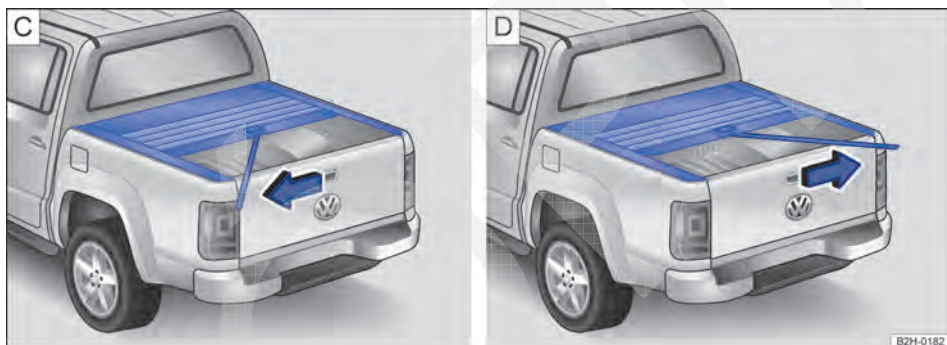

Fig. 31 Capota marítima do compartimento de carga: mecanismo de destravamento - C: ativar e D: desativar.
Se o capota marítima do compartimento de carga precisar parar na posição intermediária, a cinta de tração ⑤ B deve ser puxada brevemente para a esquerda ⇒ Fig. 31 C após a abertura.
Se a capota marítima do compartimento de carga precisar ser aberta totalmente a partir da posição intermediária, a cinta de tração deve ser puxada para a direita ⇒ Fig. 31 D.
Abrir a capota marítima do compartimento de carga na posição intermediária.	Puxar a alça ② A para cima até o batente e puxar a cinta de tração ⑤ B durante o processo de abertura no sentido da seta para a esquerda ⇒ Fig. 31 C. A cobertura engata na posição intermediária. OU: Puxar a alça ② A levemente para cima. A cobertura engata na posição intermediária.
Abrir totalmente a capota marítima do compartimento de carga a partir da posição intermediária.	Puxar a cinta de tração no sentido da seta para a direita ⇒ Fig. 31 D. A cobertura sobe automaticamente.